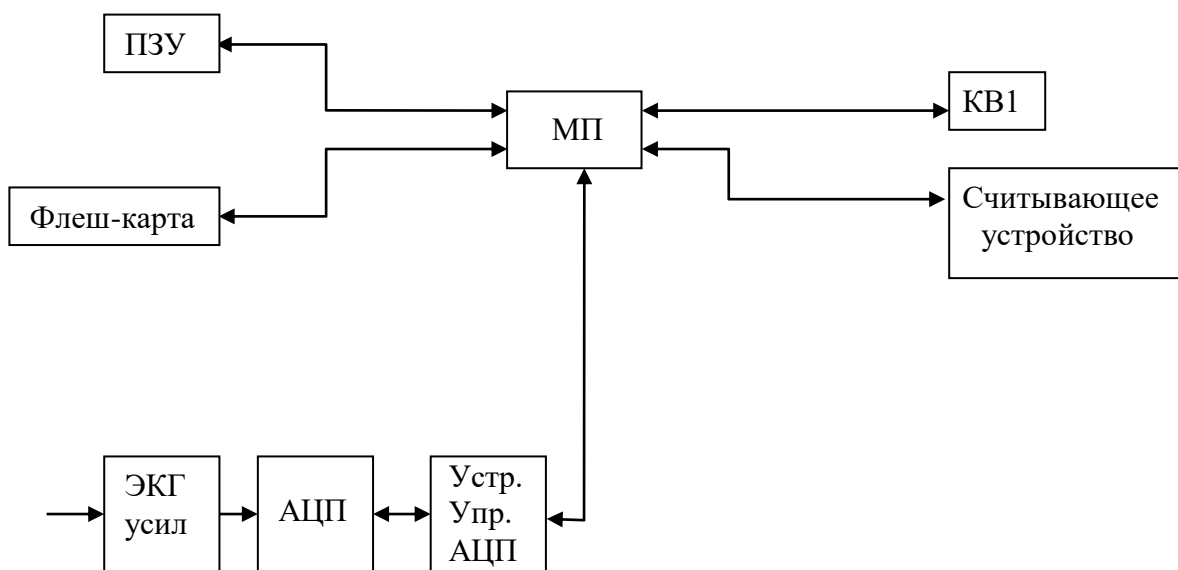

Рис.1
1.1 Кардиорегистратор портативный КР-01 (Рис. 1) предназначен для регистрации электрокардиосигналов при длительном мониторинге ЭКГ в условиях свободного двигательного режима пациента.
4.3 Структурная схема кардиорегистратора портативного КР-01 приведена на рис.1. Сигналы с электродов поступают на входы усилителей ЭКГ. В усилителе осуществляется усиление ЭКС в полосе частот 0,05-100 Гц, фильтрация помех, подавление синфазной помехи.